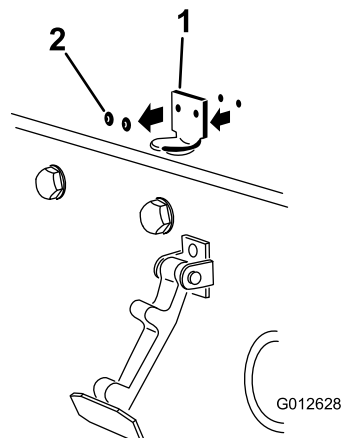

図 4
2. フードラッチブラケットをフードに固定しているリベット (2本) を外す (図 4)。フードからフードラッチブラケットを取り外す。
3. CE 用ロックブラケットとフードラッチブラケットの取り付け穴をそろえて、フードの上に位置決めする。ロックブラケットをフードに当てて取り付ける (図 4)。ロックブラケットアームからボルト&ナットアセンブリを外してしまわないこと。